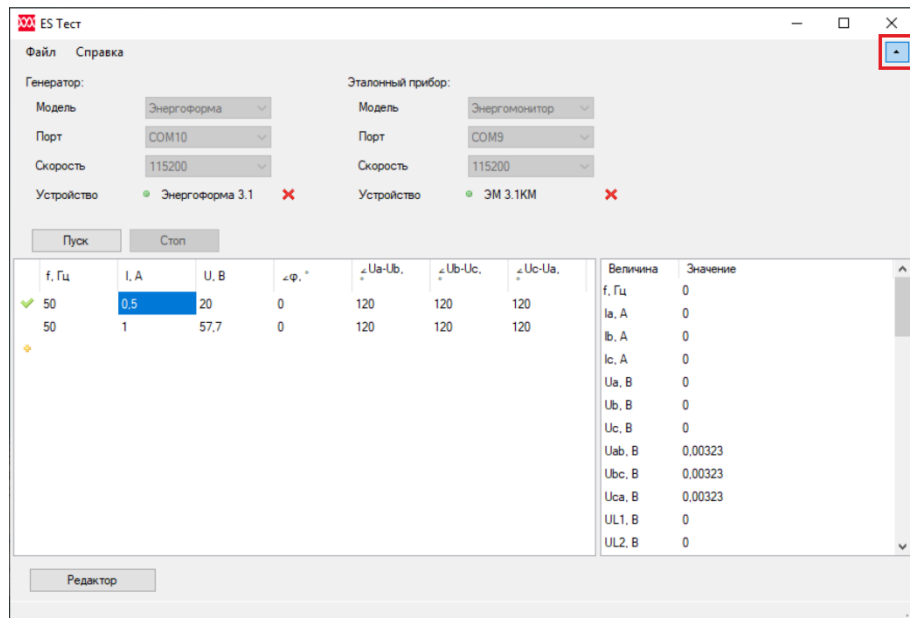

Рисунок 7.6. Область управления подключением Генератором и Эталоном
-  - показать область подключения Генератора и Эталона (рис. 7.6);
-  - свернуть область подключения Генератора и Эталона (рис. 7.6).